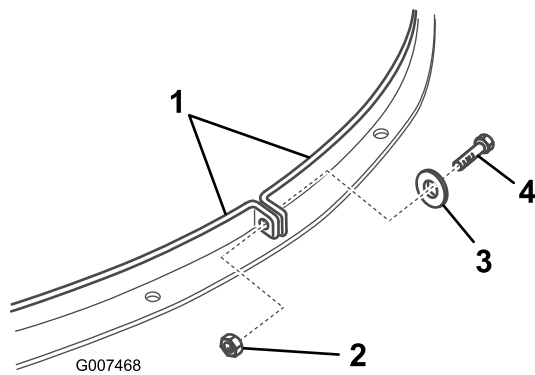

Bild 19
10. Entfernen Sie die Schraube, Scheibe und Mutter, mit denen die beiden Riemenenden zusammengehalten werden (Bild 19).
14. Verbinden Sie die beiden Riemenenden um die Recyclerabdeckung, siehe (Bild 19).
9. Entfernen Sie die Schraube, Scheibe und Mutter, mit denen die beiden Riemenenden zusammengehalten werden (Bild 19).
15. Verbinden Sie die beiden Riemenenden um den Auswurfkanal (Bild 19).
16. Richten Sie die Löcher in den Riemenenden aus und ziehen Sie sie mit der vorher abgenommenen Schraube, der Scheibe und der Mutter fest (Bild 19).